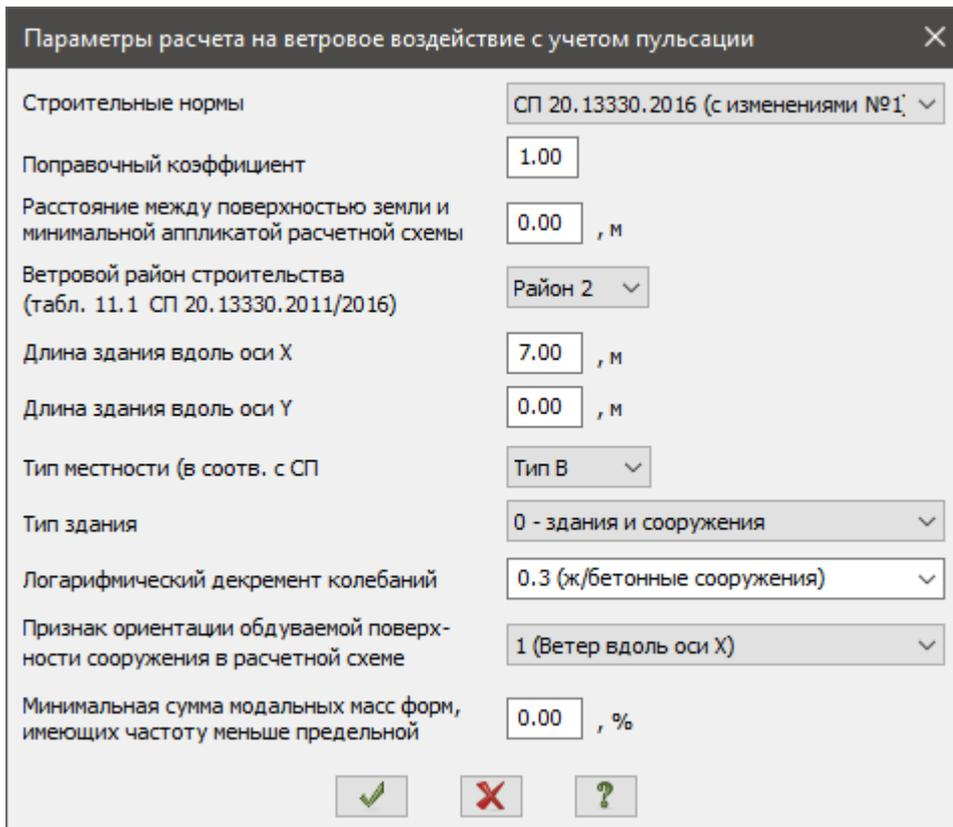

Рис.16.13. Диалоговое окно Параметры расчета на ветровое воздействие с учетом пульсации
- Наименование воздействия – **Пульсационное (21)**;
- В диалоговом окне Параметры расчета на ветровое воздействие с учетом пульсации (рис.16.13), при выбранных нормах СП 20.13330.2016 с Изменениями №1, задайте следующие параметры: